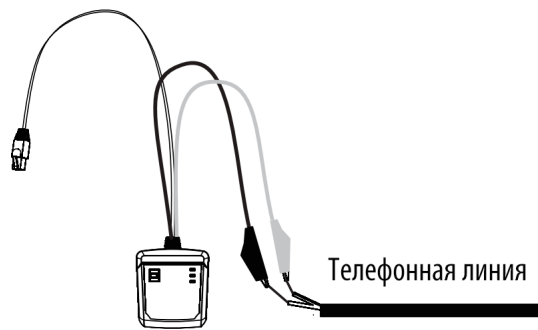

Рис. 4. Проверка состояния линии
8. Проверка состояния линии (Полярность) (см. рисунок 4)